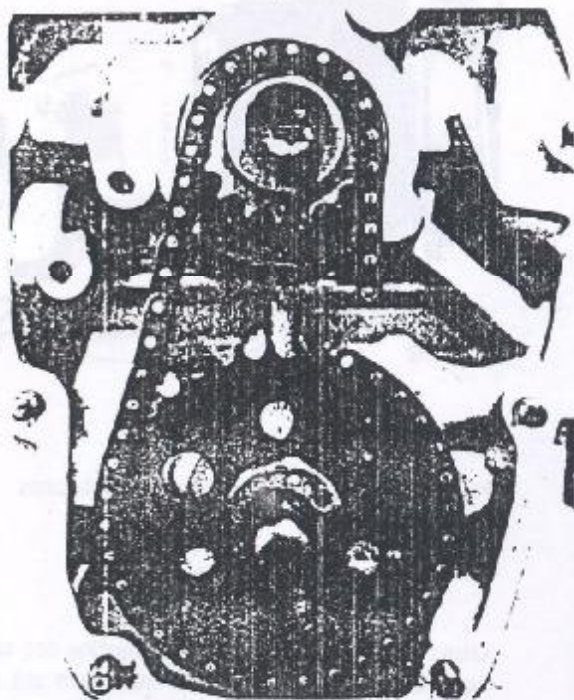

Figura 1.01.21 - Posicionamento da corrente da distribuição
26. Com as engrenagens perfeitamente alinhadas conforme item 25, posicionar a corrente da distribuição, deixando-a esticada do lado esquerdo (Figura 1.01.21).